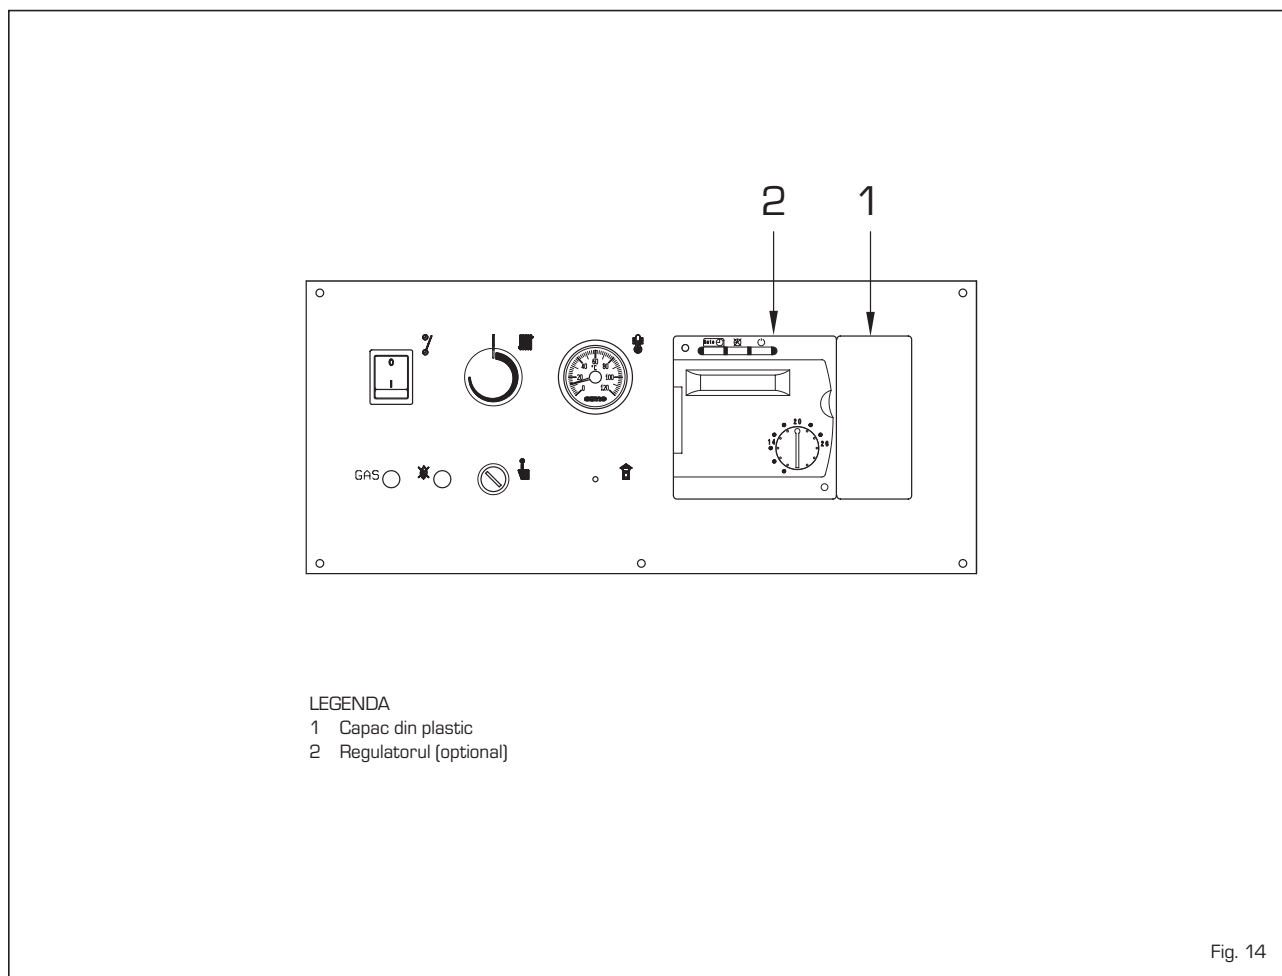

Fig. 14
Toate funcțiile cazanului pot fi gestionate de către regulatorul (furnizat optional) cu codul 8096303, furnizat împreună cu sonda de temperatura externa (SE) și sonda de imersie (SC) (fig. 14).